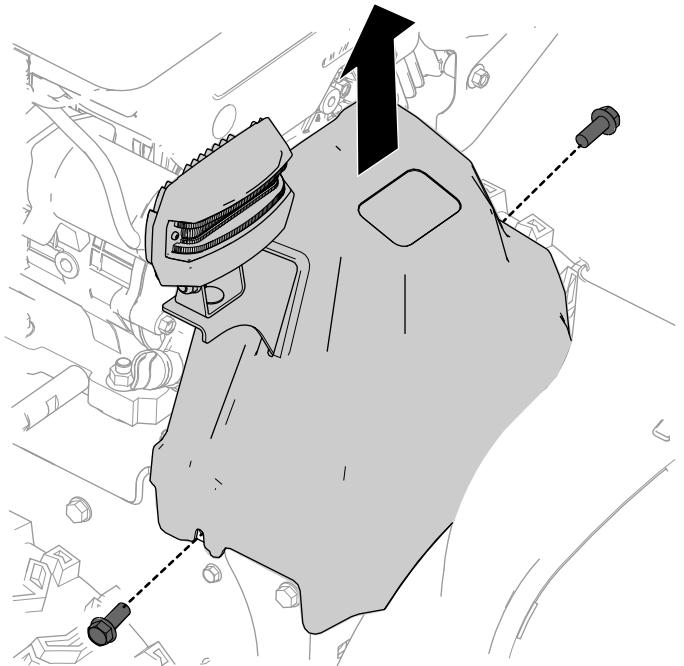

Figura 6
1. Desde el lateral delantero de la máquina, retire los 2 tornillos (1/4" x 5/8") que fijan la cubierta de la correa a la máquina (Figura 6).
3. Retire la cubierta de la correa (Figura 6).